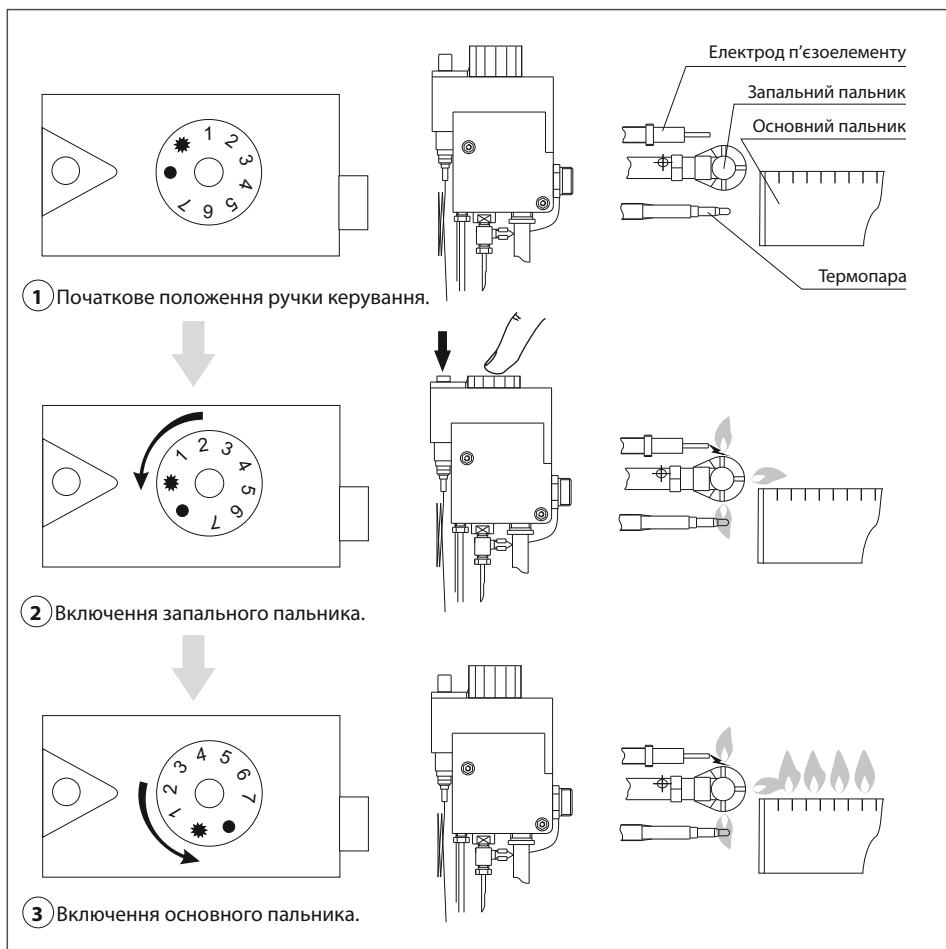

Рис. 9. Пуск котла з газовим клапаном 630 EUROFIT.
7.4.1. Пуск і робота котла (рис.9).